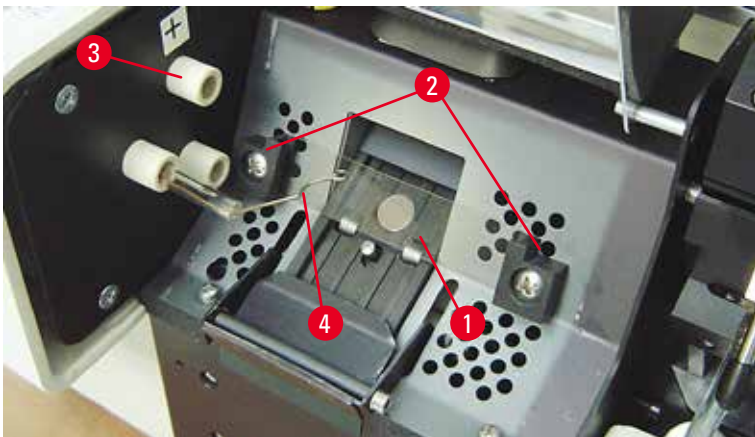

図 17
- コンタクトスプリング(→「図 16-2」)がランプの点火ワイヤ(→「図 17-4」)から外れていることを確認します(→「図 17」)と(→「図 18-1」)も参照)。